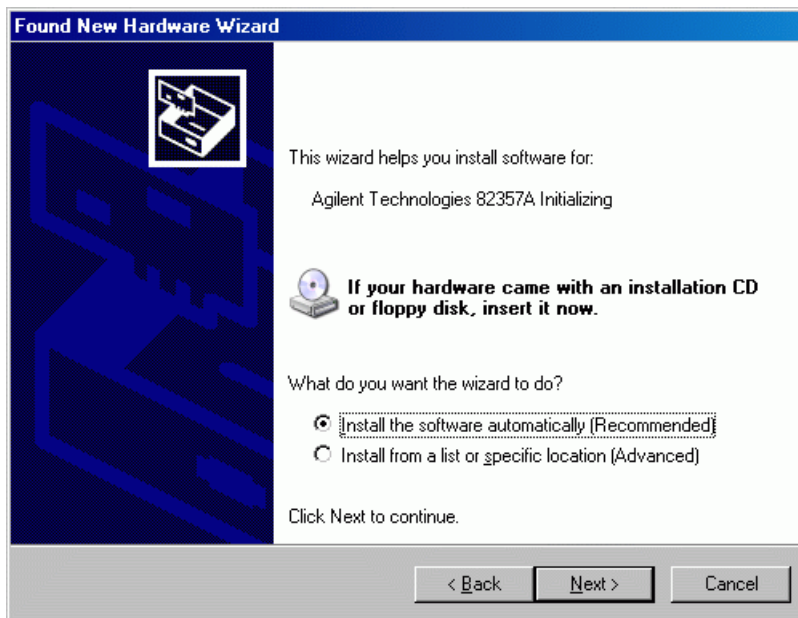

Abbildung 24 Assistent für das Suchen neuer Hardware (Windows XP), erste Erkennung
- 8 Verbinden Sie den USB-Stecker der 82357A USB-GPIB-Schnittstelle mit dem USB-Steckplatz Ihres Computers. Der Hardware-Assistent erkennt das USB-Gerät und der **Assistent für das Suchen neuer Hardware** wird gestartet (siehe Abbildung 24 auf Seite 65).
- 9 Wählen Sie **Option 1** und klicken Sie auf **Next** worauf die Installation startet (siehe Abbildung 24).